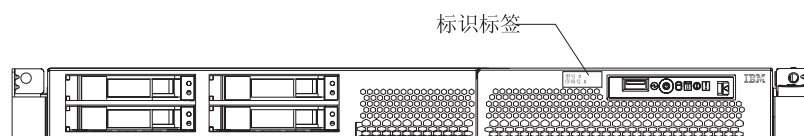

图 1. 序列号位置（具有 SCSI 热交换硬盘驱动器的型号）
型号和序列号位于标识标签上，如图 1 所示，该标签位于服务器正面右下角。
2. 图 1 显示了 2.5 英寸 SCSI 热交换硬盘驱动器型号。SCSI 热交换或 SATA 简单交换配置还有 3.5 英寸硬盘驱动器型号可用。此插图可能与您的硬件略有不同。